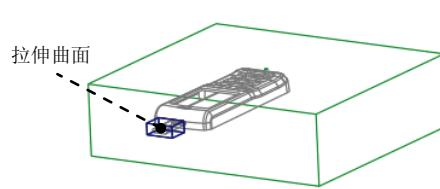
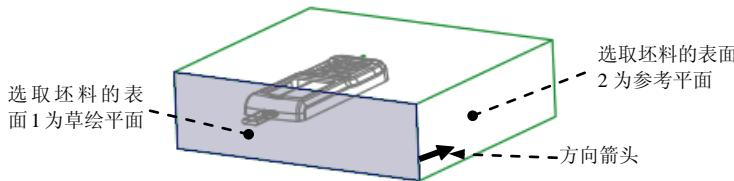
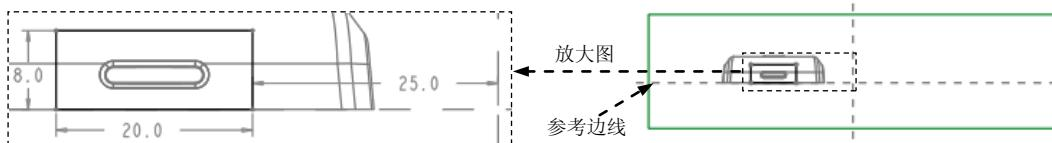

图 31.25 拉伸曲面
图 31.26 定义草绘平面
图 31.27 截面草图
Step9. 创建拉伸曲面，如图 31.25 所示。单击 **分型面** 功能选项卡 **形状** ▼ **区域** 中的 按钮，此时系统弹出“拉伸”操控板；右击，从弹出的菜单中选择 **定义内部草绘...** 命令；在系统 **选择一个平面或曲面以定义草绘平面...** 的提示下，选取图 31.26 所示的坯料表面 1 为草绘平面，接受图 31.26 中默认的箭头方向为草绘视图方向，然后选取图 31.26 所示的坯料表面 2 为参考平面，方向为 **右**，然后单击 **草绘** 按钮；选取 MOLD_FRONT 基准平面和模型的下表面为草绘参考；绘制图 31.27 所示的截面草图；完成截面的绘制后，单击“草绘”操控板中的“确定”按钮 ；在操控板中选取深度类型 ，再在深度文本框中输入深度值 15.0，并按 Enter 键，然后单击 按钮，在操控板中单击 **选项** 按钮，在“选项”界面中选中 封闭端复选框；在“拉伸”操控板中单击 按钮，完成特征的创建。